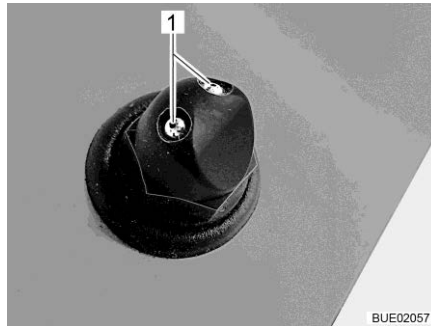

Fig. 50 Gicleurs lave-glace
- Régler les gicleurs lave-glace avec un objet pointu (Fig. 50,1) jusqu'à ce que la position désirée soit atteinte.